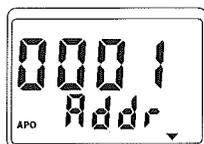

図1
**HOLDボタン⑥** : このボタンを押すと"H"アイコンが表示されデータがホールドされます。再度押すと"H"アイコンが消えデータホールドは解除されます。
**MAX/MINボタン⑦** : このボタンを押す毎にMAX(最大値記録)、MIN(最小値記録)、MAX-MIN(最大最小値差記録)、AVG(平均値記録)の各記録モードに切り替えます。これらのモード中にHOLDボタンを押すと記録を中止し、表示がホールドされます。再度HOLDボタンを押すと記録を再開します。この記録モードではオートパワーオフ(APO)及びバックライトを除く他の機能は使用できません。このボタンを2秒以上長押しすると記録モードは解除されます。
**°C/°F ☼ ボタン⑪** : このボタンを押すとバックライトが点灯します。再度押すと消灯します。ボタンを2秒以上長押しすると温度単位°C(摂氏)と°F(華氏)が切替ります。
**▲⑧および▼ボタン⑨** : これらのボタンは各種設定値の増減を行なう時や測定データ呼び出す時に使用します。
**SAVEボタン⑬** : このボタンは測定データ(pH値や温度値)をメモリーに保存する時に使用します。ボタンを押すと▼マークが一瞬表示され測定データがメモリーに保存されます。最大128個のデータを保存することが出来ます。
CLR/READボタン⑫：このボタンはメモリーに保存された測定データを呼び出す時に使用します。ボタンを押すと保存番号と保存データが交互に表示されます(図1、図2)。▲または▼ボタンで保存番号を選択出来ます。再度ボタンを押すとこのモードは解除されます。このボタンを2秒以上長押しすると"CLR"と"Addr"が一瞬表示しメモリーはクリアされます(図3)。